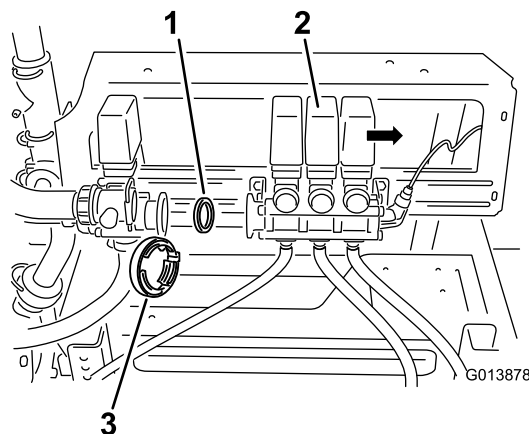

Рисунок 5
3. Аккуратно отодвиньте клапан стрелы в сборе от клапана перемешивания (Рисунок 5).
4. Снимите прокладку с корпуса клапана (Рисунок 5).